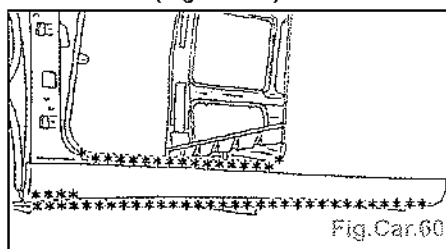

Fig. Car.60
- Dégraffer les points à l'aide d'une fraise de Ø 8 mm (Fig. Car.60).